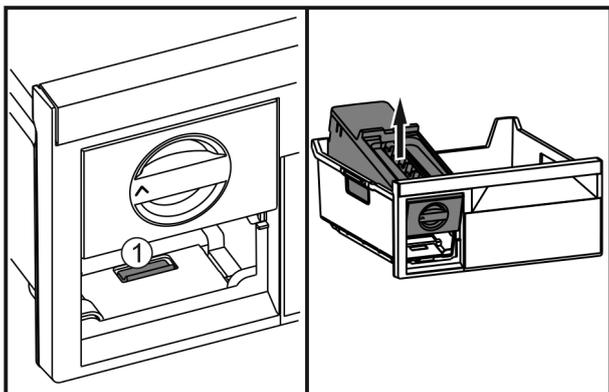

Fig. 54
- ▶ Lasche Fig. 54 (1) drücken, EasyTwist-Ice von hinten anheben und aus dem Gefrierschubfach herausnehmen.